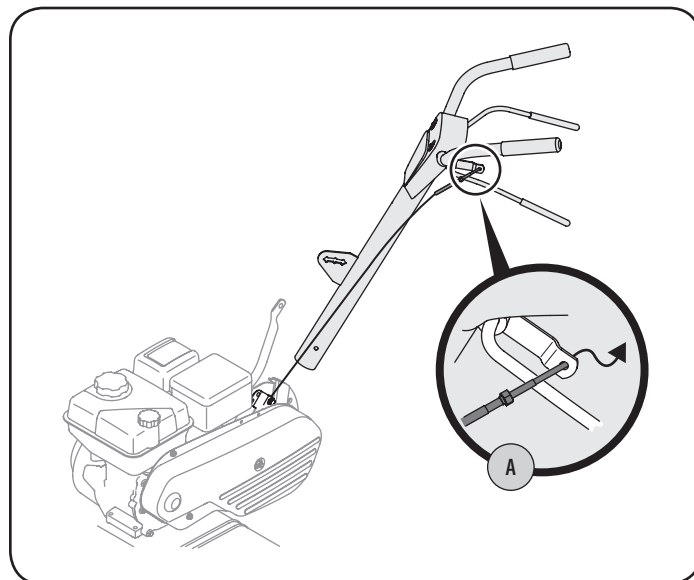

Figura 2
2. Enganche el extremo "Z" del cable del embrague de marcha directa (A) en la palanca de enganche de los dientes de marcha directa. Vea la Figura 2.